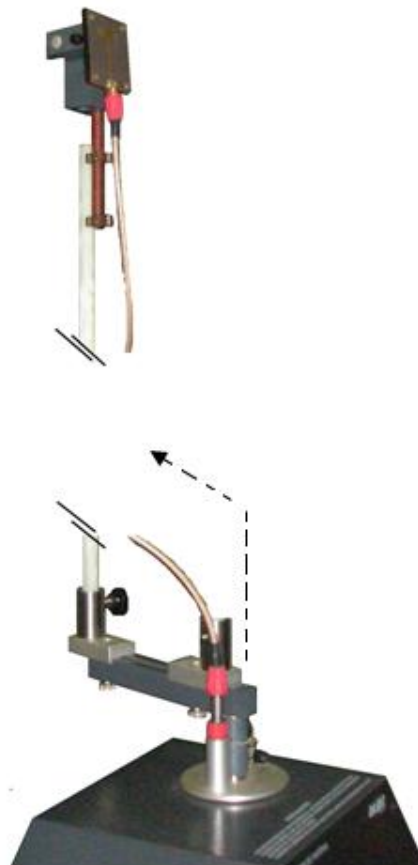

Figura 11.17. Desplazamiento de la antena hasta el extremo del soporte deslizante
R. Desprenda las cintas de la antena Rx, no modifique su orientación. Desplacé la antena a través del carril del soporte deslizante hasta el extremo del este. (Ver Figura 11.17).